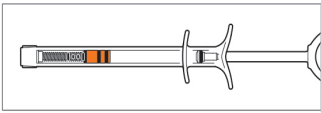

Figure 4 - Seconde position (plongeur entièrement sorti)
d. Remplir la seringue de gonflage en tirant doucement sur le plongeur **jusqu'à la seconde position** (entièrement sorti) (Figure 4).